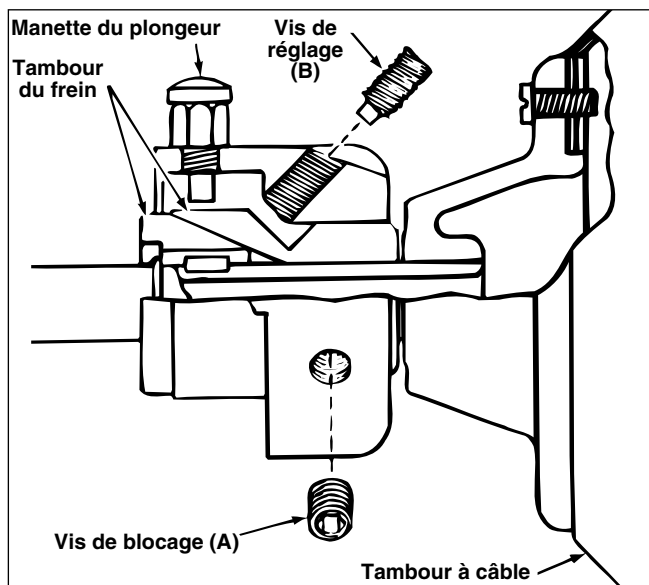

Figure 9 – Adaptateur de câble
4. Dévissez légèrement les deux vis de blocage (A) à l'aide d'une clé Allen de $5/32$ po (Figure 9).
5. Tournez la vis de réglage (B) d'un quart de tour à droite (Figure 9).
8. Serrez les vis de blocage (A), puis vérifiez à nouveau le serrage de la vis de réglage (B).